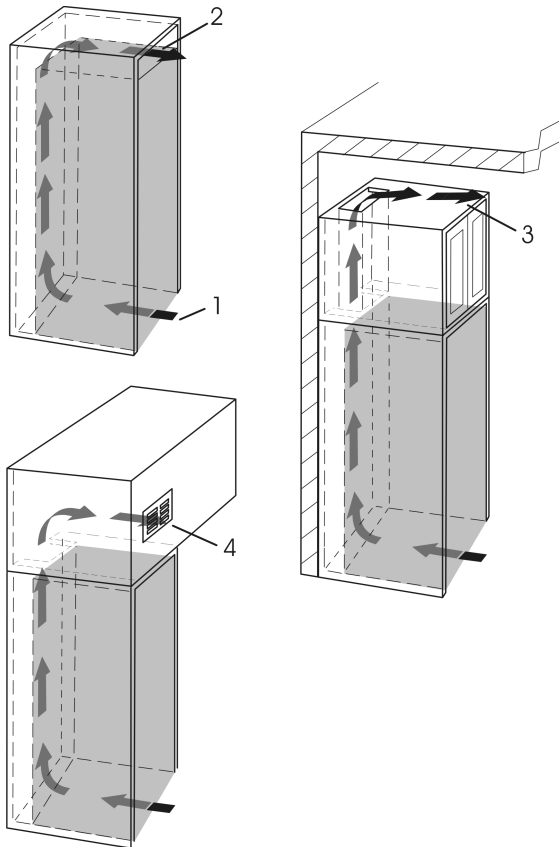

Fig. 7
- Une fente de ventilation efficace d'au moins 31 pcs² (200 cm²) par appareil doit être pratiquée pour l'arrivée Fig. 7 (1) et la sortie d'air Fig. 7 (2).
- La fente de ventilation du dessus peut être réalisée directement au-dessus de l'appareil avec une grille de ventilation disponible en option Fig. 7 (2), au-dessus du placard Fig. 7 (3) à proximité du plafond ou comme bouche de sortie d'air dans un faux plafond Fig. 7 (4).